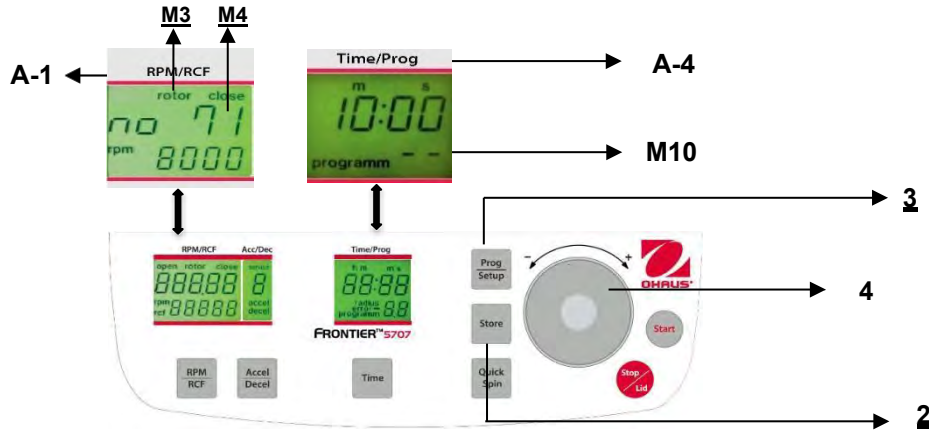

Figure. 23
Pour rappeler des programmes mémorisés, appuyer sur la touche **"Prog/Setup"** (3) (voir la figure 23) alors que le couvercle est déjà fermé. Sur l'affichage **"Time/Prog"** (A-4), le mot **"programm -"** (M10) apparaît. Le numéro de programme désiré peut être présélectionné avec le cadran de réglage (4). Sur les affichages respectifs, les valeurs mémorisées de ce programme apparaîtront.
Pour quitter le mode de programmation, appuyer simplement sur la touche "Prog/Setup" (3) (voir la figure 23). Sur l'affichage "Time/Prog" (A-4), le mot "programm" (M10) apparaîtra.